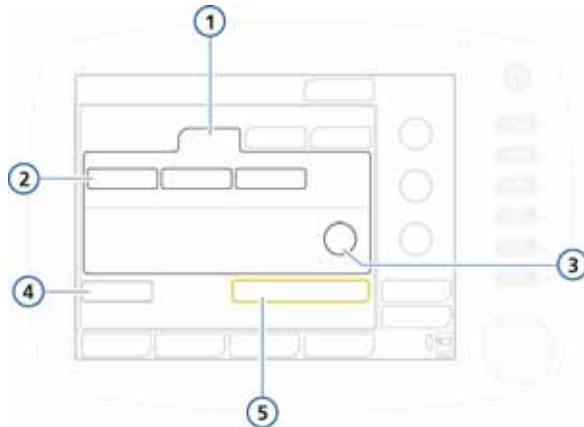

Figura 5-1. Gruppo di pazienti Neonatale
1. Nella finestra Standby, toccare l'etichetta **Neonatale**. Vedere la Figura 5-1.
Nella Figura 5-1, i tasti delle impostazioni rapide sono **Neonatale 1**, **Neonatale 2** e **Neonatale 3** (i nomi dei tasti possono essere modificati durante la configurazione). Queste impostazioni sono definite nella configurazione (Sezione I.6). Le impostazioni rapide consentono di specificare le opzioni predefinite, compresa la modalità di ventilazione da utilizzare.